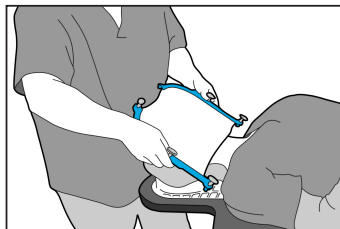

Fig. 2
4. Comece por engatar a extremidade do termoplástico por baixo do queixo do paciente, com o termoplástico inclinado para cima num ângulo de 45° em relação ao rosto do paciente (fig. 2).